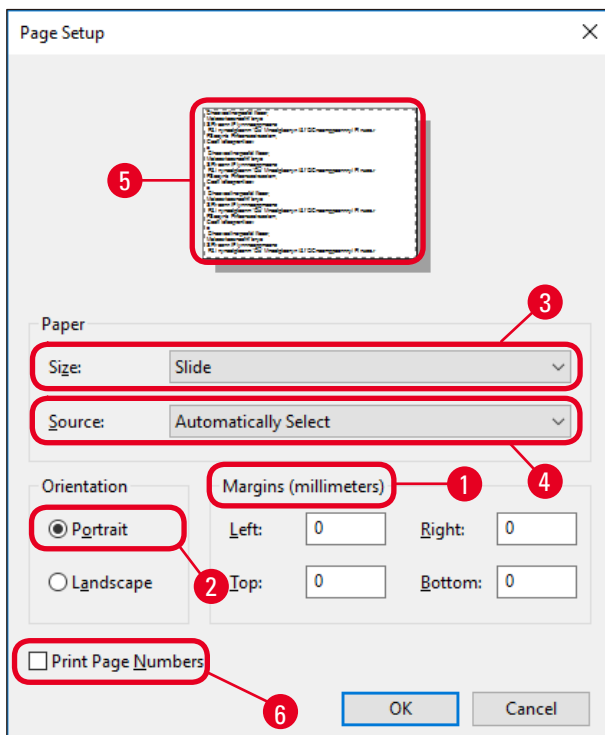

図 42
3. まず、ページ設定を選択します。**File > Page Setup** をクリックすると、**Page Setup** ダイアログボックスが開きます (→「図 42」)。